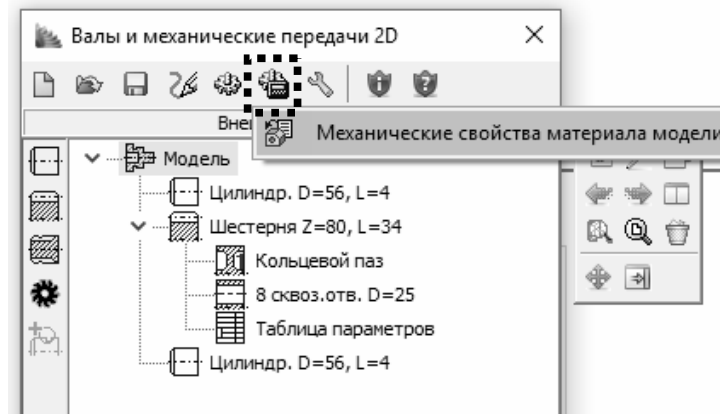

Рис. 14.21. Выбор механических свойств (материала) модели
12.1. Необходимо выбрать материал для изготовления зубчатого колеса. Для этого нажимаем команду «**Механические свойства материала модели**»  и выбираем сталь, например, «**Сталь 30 ХГСА ГОСТ 4543–2016**» (рис. 14.21).